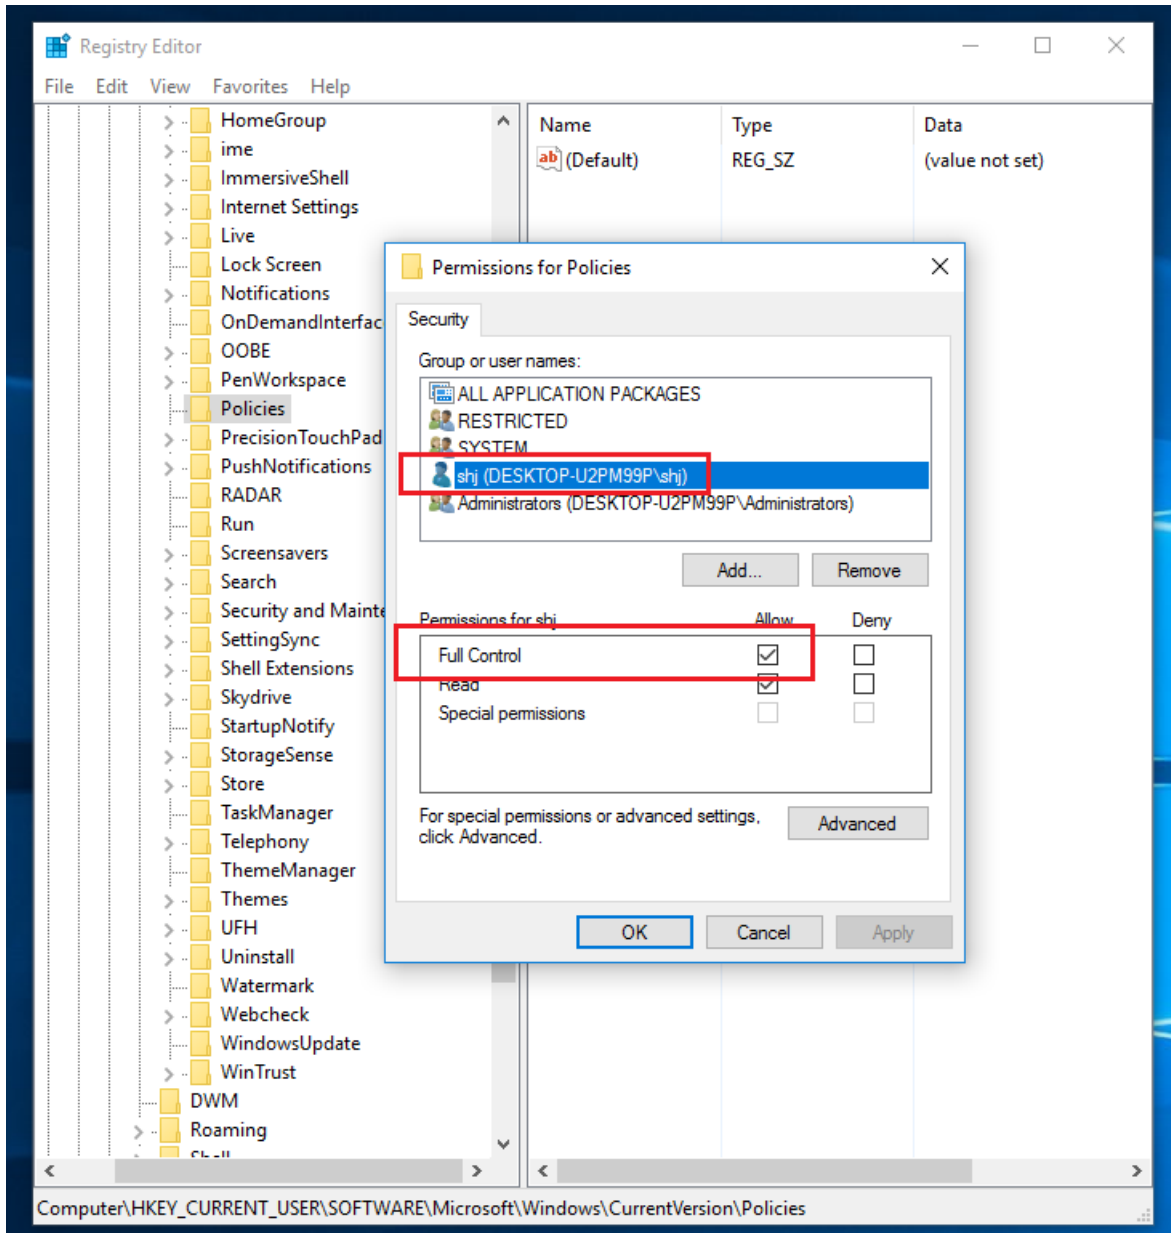

Рисунок 3.34 - Настройка разрешений для пользователя
3. Далее откроется окно настройки разрешений для пользователей. В данном окне необходимо выбрать пользователя, под которым будет работать проект и дать данному пользователю полные права (см. рис. 3.34).